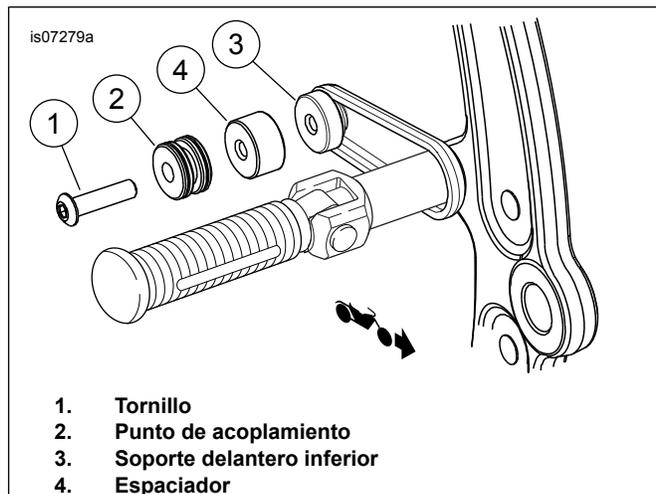

Figura 6. Punto delantero de acoplamiento inferior (Con otros accesorios desmontables)
1. Vea Figura 6. Instale el conjunto de soporte de la alforja delantera inferior (3).
2. Instale el punto de acoplamiento mini (2) y el espaciador (4) en el tornillo (1).
4. Instale el tornillo (1) dentro del agujero roscado del soporte delantero inferior (3). Apriete el tornillo a 16,3–24,4 N·m (12–18 ft-lbs).